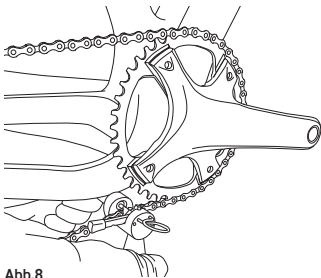

Abb.8
- Das Werkzeug **UT-CN400** wie in **Abb. 8** gezeigt positionieren.